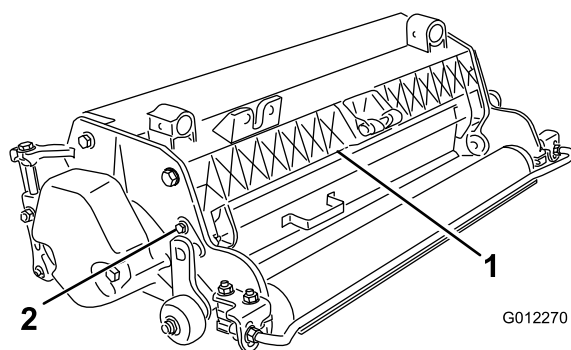

Figura 5
- Allentate i bulloni dell'articolazione del carter dell'erba (Figura 5).
- Sollevate il carter fino a portarlo nella posizione desiderata e serrate i bulloni (Figura 5).